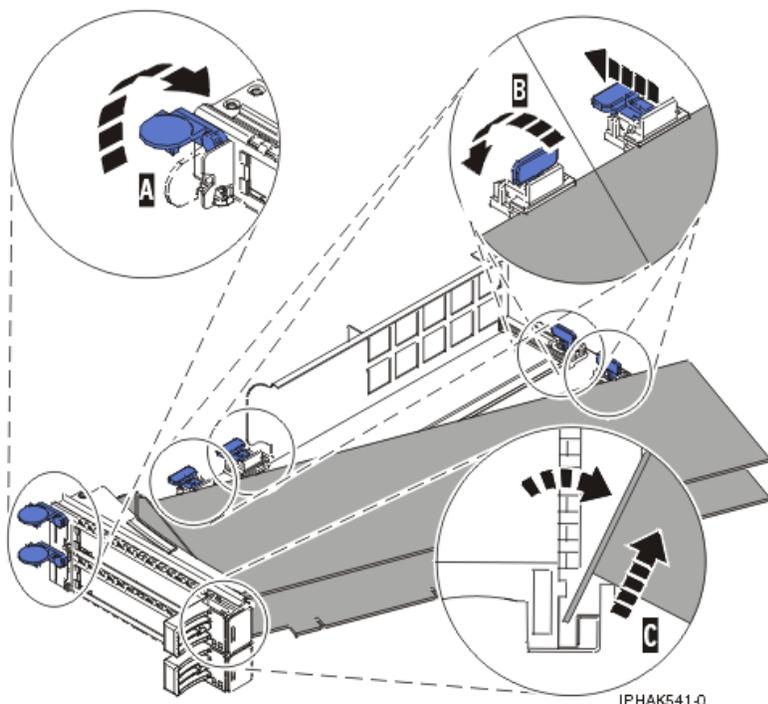
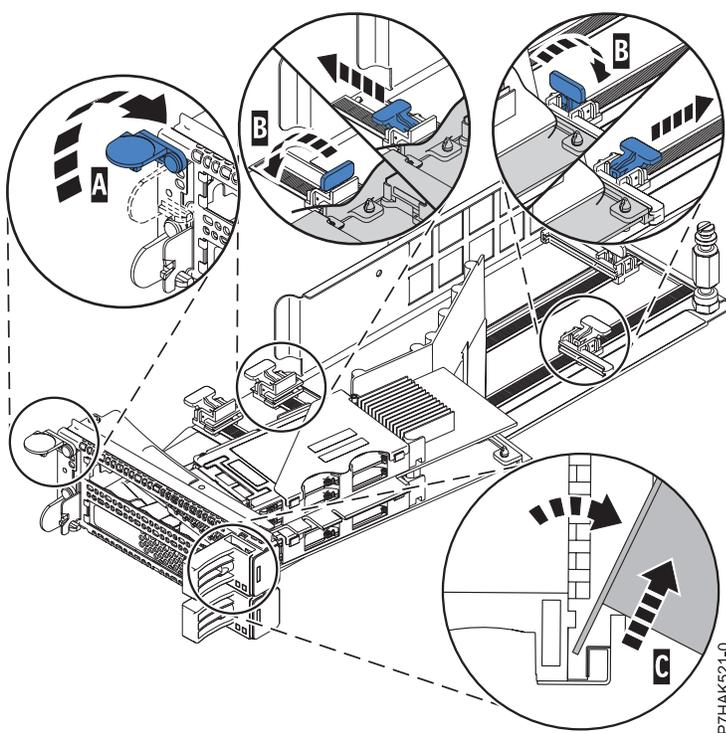

Figure 47. Retrait de la carte de la cassette de cartes PCI
Figure 48. Retrait de la carte PCIe RAID et SSD SAS de la cassette de cartes PCI
- d. Dévissez le pivot (C) et placez-le en lieu sûr
- a. Déverrouillez les crochets de retenue (B) de l'adaptateur en faisant pivoter les pattes de retenue (A) pour les mettre en position horizontale. Voir figure 47, à la page 61. Si vous retirez une carte PCIe RAID et SSD SAS, voir figure 48, à la page 61.